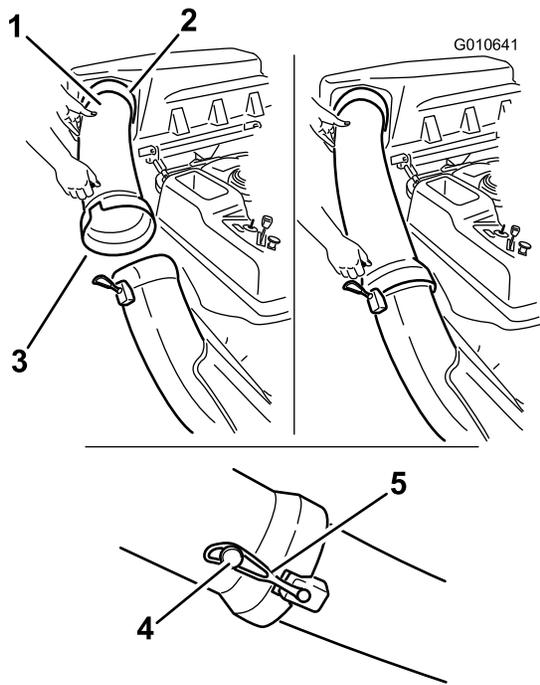

Bild 21
1. Schieben Sie das gekrümmte Ende des Auswurfrohrs in die Öffnung in der Abdeckung des Heckfangsystems (Bild 21).
2. Schieben Sie das breite Ende des Auswurfrohrs über das Ende des Auswurfkanals. Schieben Sie die Gummihalterung auf den Auswurfkanal, bis sie über dem Stift am Auswurfrohr einrastet, und der Auswurfkanal befestigt ist (Bild 21).